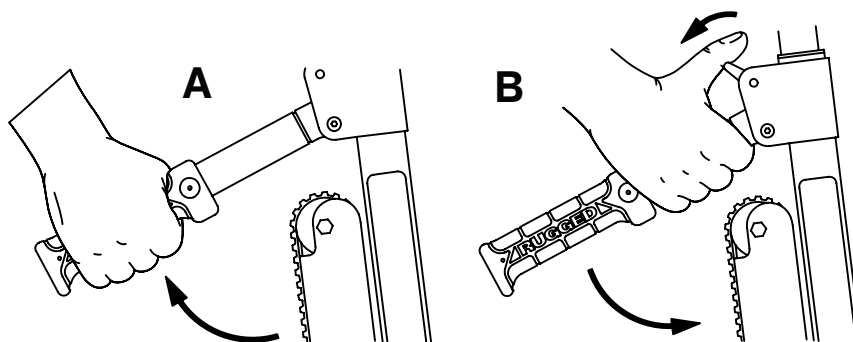

Figure 7 – Abaissement des poignées de levage arrière à verrouillage
1. Soulever la poignée de levage arrière à verrouillage (A) (Figure 7).
2. Tirer le déclencheur de poignée rouge (B) vers soi avec le pouce.